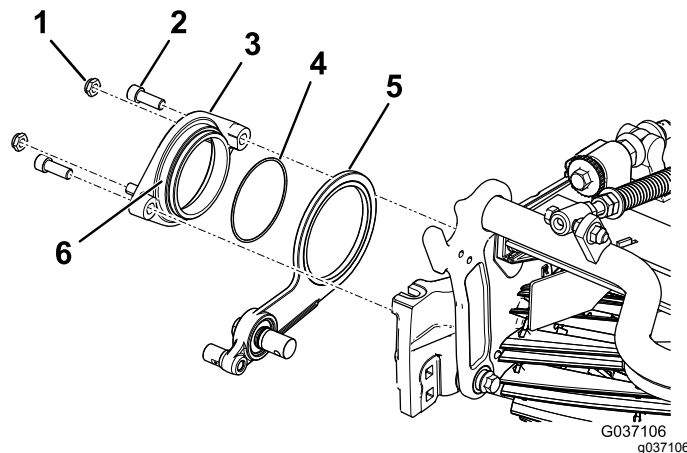

Figure 8
- Appliquez du produit antigrippant sur le diamètre extérieur du moyeu de pivot (Figure 8).
- Fixez le moyeu de pivot sur le cylindre, par dessus l'ensemble de tension, à l'aide de 2 boulons à tête creuse hexagonale (Figure 8).
- Serrez légèrement les 2 contre-écrous sur le moyeu de pivot (Figure 8).